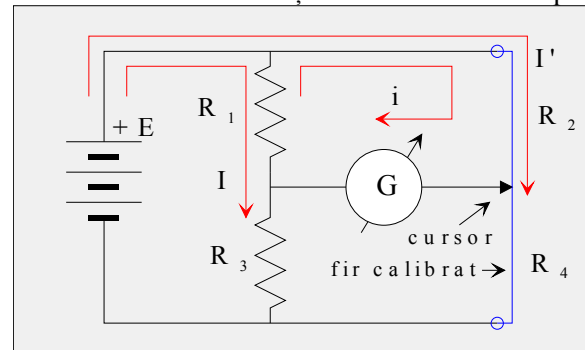

Figura 2. Puntea cu fir calibrat.
Des întâlnită este puntea cu fir calibrat, la care raportul rezistențelor R_2 / R_4 este variabil. Acesta se realizează cu ajutorul unui rezistor cu fir calibrat de lungime ℓ și cu un cursor care glisează pe fir (figura 2).
- Se realizează montajul din figura 2.